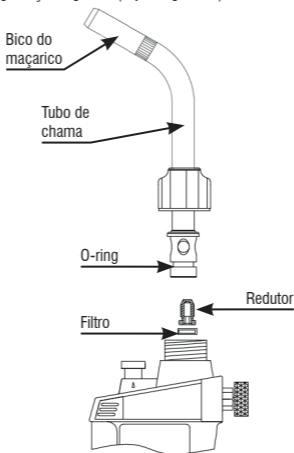

Figura 13 – Conjunto maçarico manual
4. Desrosqueie a porca do tubo de chama e puxe o tubo de chama do maçarico (Figura 13).